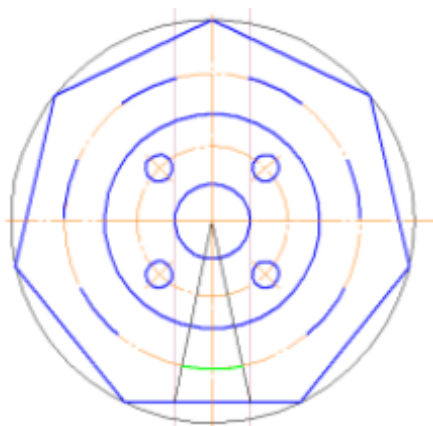

Рис. 13. Черчение дуг вокруг центра фигуры
7. Командой *Массив* начертим 7 дуг вокруг центра фигуры (рис. 13).